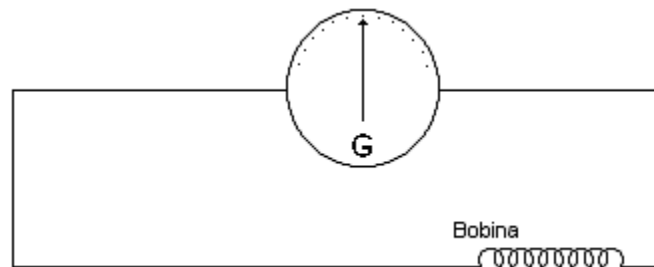

Figura 9.1. Montaje para generar una fem.
1. Conectar los terminales de la bobina a los terminales del galvanómetro, Figura 9.1.